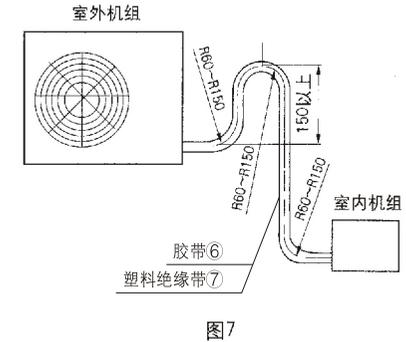
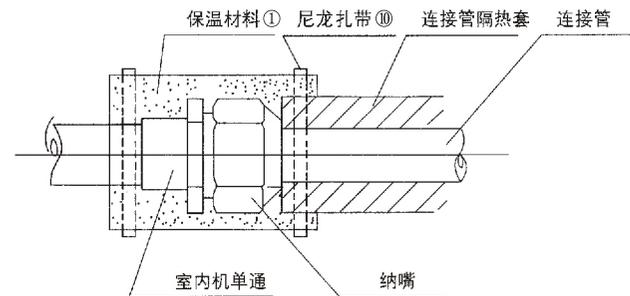

图7
图8
- 注：(1) 本机组允许连接管最大长度为15米。机组所配连接管②、③长度为5米，若要加长，推荐从第5米开始每加长1米连接管追加制冷剂30克。
- (2) 安装时如必须加长连接铜管，请按第32页表(2)要求选择。
- (3) 室内、外机高度差必须小于5米。
- (4) 当室外机比室内机高时，必须将铜管弯制“回弯”如图7。
- (5) 请将带波纹一端的连接管安装在室内侧。
- 3 管道安装后用附件①保温材料包住所有扩口管连接部分，如图8。